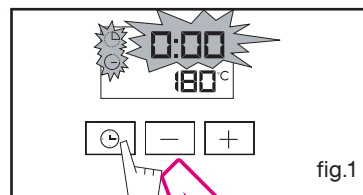

fig.1
O visor pisca para indicar que a regulação é então possível (fig.1).
- Prima o botão "⌚" (fig.1) até que o símbolo do temporizador pisque.